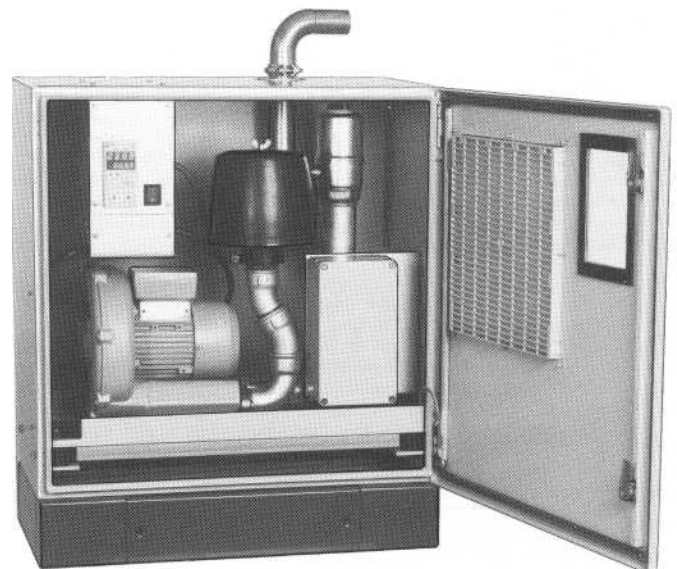
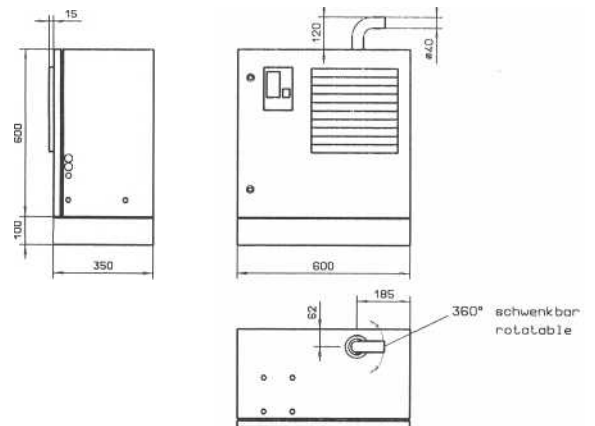

Fig. 4: Warmluftaggregat
Fig. 7: Maßbild Warmluftaggregat
2. Warmluftaggregat (Fig. 4, Fig. 7)
2. Warm-air generator (Fig. 4, Fig. 7)
2. Generador de aire caliente (Fig. 4, Fig. 7)